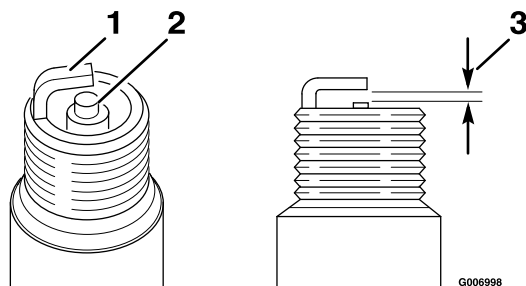

Figura 30
1. Mire la parte central de la bujía (Figura 30). Si se observa un color gris o marrón claro en el aislante, el motor está funcionando correctamente. Si el aislante aparece de color negro, significa que el limpiador de aire está sucio.
2. Compruebe la separación entre los electrodos central y lateral (Figura 30). Si la distancia no es correcta, doble el electrodo lateral.